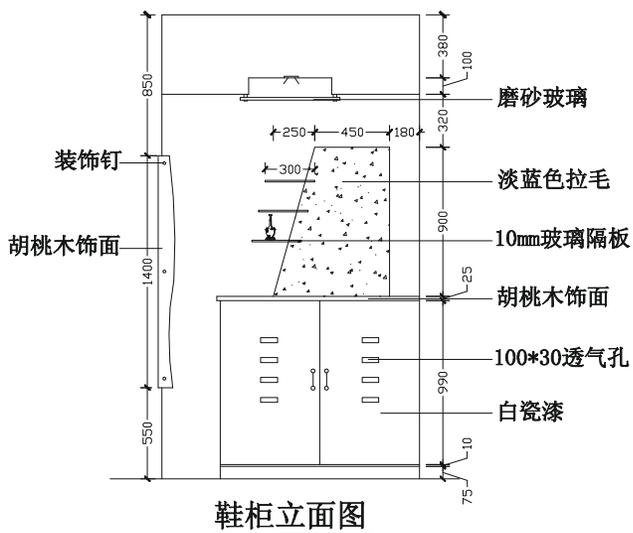

图 8-1-123
**STEP 18** 参照前面平面布局图的文字标注和尺寸标注对该立面图进行标注，如图 8-1-123 所示。